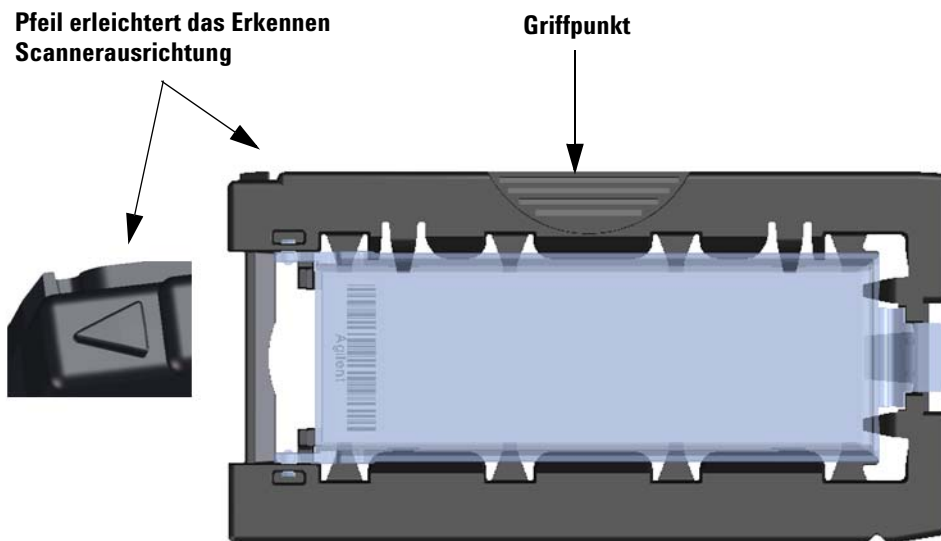

Abbildung 11 Der Objektträgerhalter erleichtert Ihnen das richtige Einlegen des Objektträgers
- 2 Greifen Sie den Objektträgerhalter am Griffpunkt. Der Pfeil an der Oberseite des Objektträgerhalters weist nach links, wenn Sie den Objektträgerhalter richtig greifen. Siehe Abbildung 11.